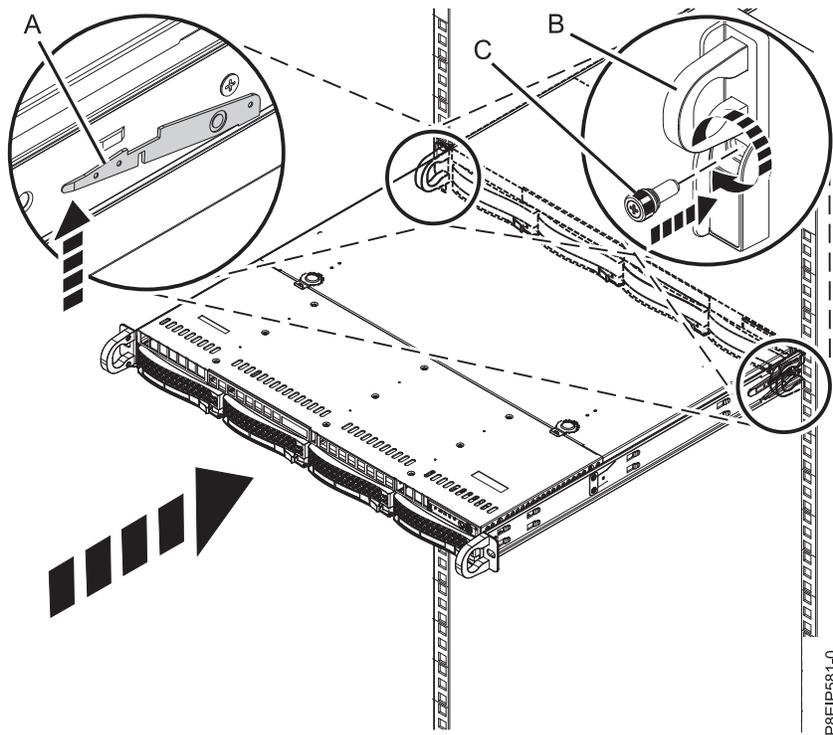

Abbildung 70. System in die Betriebsposition bringen
4. Entriegeln Sie die Schienensicherheitsverriegelungen (A), indem Sie sie nach oben anheben (siehe Abb. 70 auf Seite 77). Schieben Sie das System anschließend mithilfe der Griffe (B) vollständig in das